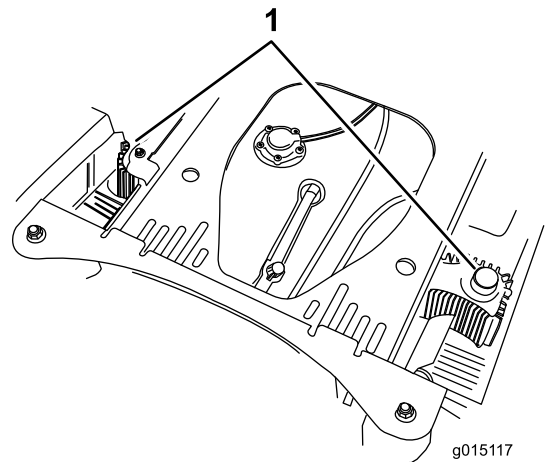

Figura 84
4. Limpie cualquier residuo o hierba de las cubiertas de las unidades hidráulicas (Figura 84).